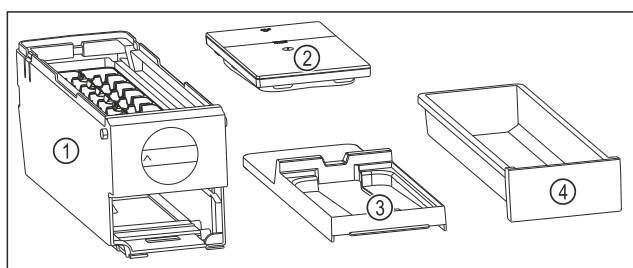

Fig. 80 Dele af EasyTwist-Ice
- ▷ EasyTwist-Ice er adskilt i fire dele. (se Fig. 80)
- ▶ EasyTwist-Ice må kun adskilles i de afbildede dele. (se Fig. 80)
- ▶ Rengør EasyTwist-Ice-legemet Fig. 80 (1) som en helhed.